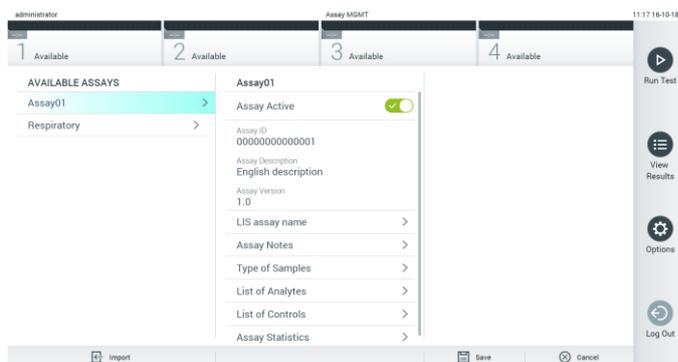

Abbildung 56: Aktivierung des Assays
7. Der Assay wird aktiviert, wenn Sie Assay Active (Assay aktiv) wählen (Abbildung 56).